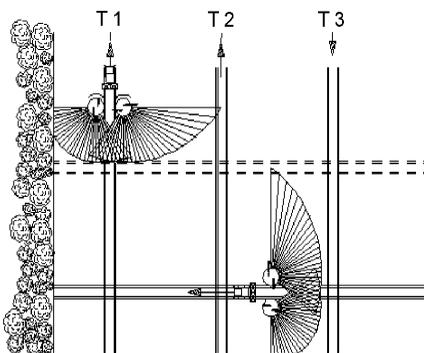

Fig. 49
**Limiter XL** se coloca la primera rodada, (Fig. 49/T1) por regla general, siempre a la mitad de la distancia entre rodadas, hacia el borde del campo (ver cap.7.7). Una rodada así se coloca de la misma manera en la zona de retorno. Como ayuda de orientación es muy útil otra rodada (línea punteada) en la zona de retorno – con la completa distancia del ancho de trabajo.